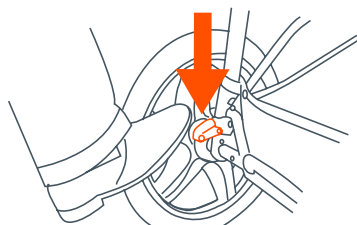

Fig. 11
11) Para aplicar los frenos, ejerza presión hacia abajo a las palancas del freno situada en el eje trasero. El carrito podría requerir un movimiento hacia delante o hacia atrás para activar el freno (Fig. 11). Verifique que el carrito no se mueve una vez que los frenos estén aplicados correctamente. Para soltarlos, levante suavemente la palanca del freno.